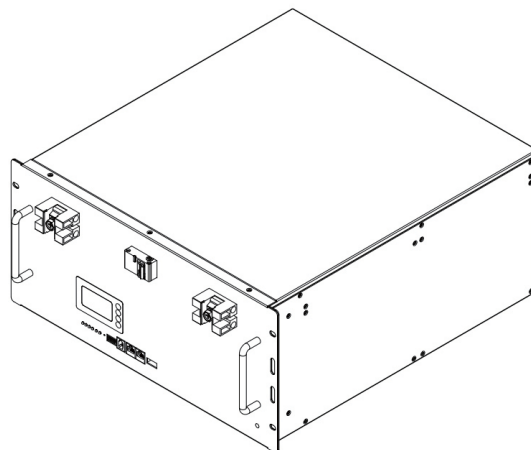

Abbildung 6-3 Richtiges Einsetzen der Batterie
- Die Batterien der Serie 48V VT48200B werden vorzugsweise in der flachen Position montiert, wie in Abbildung 6-3 gezeigt.